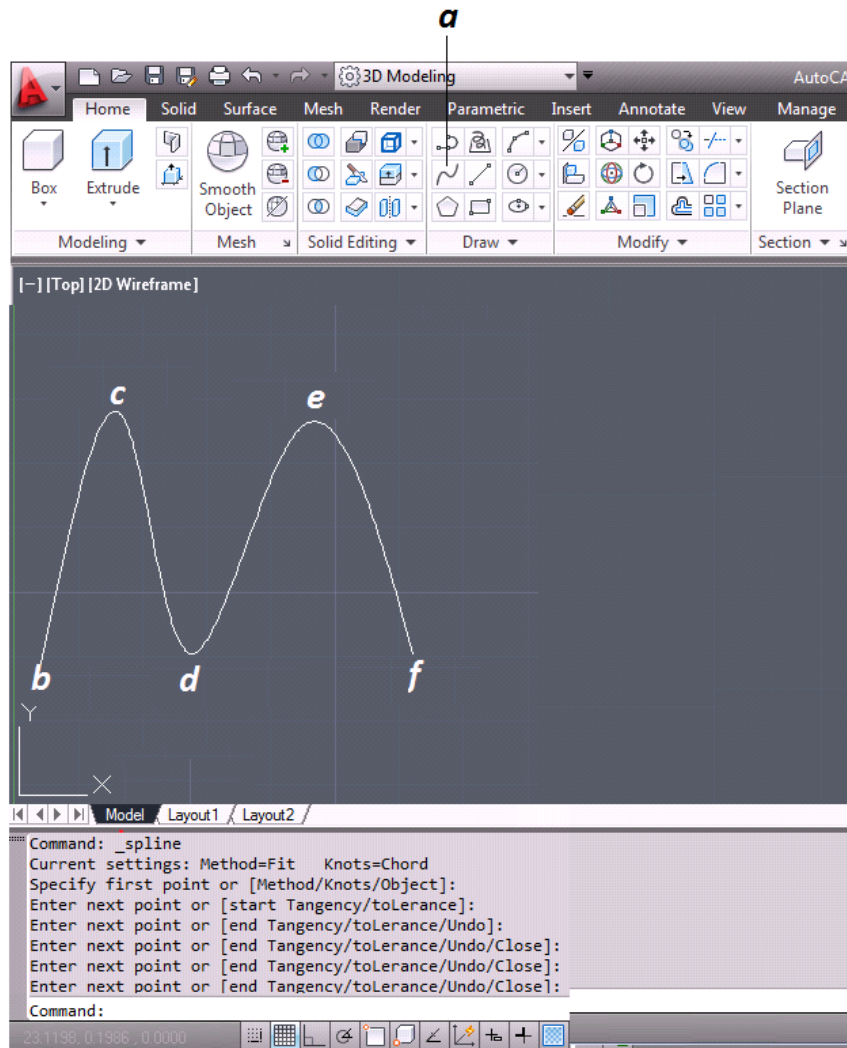

Figura 3.23 Creación de Entidades “Spline”
Con este comando se genera una spline o curva suavizada, la cual pasara por encima o cerca de puntos definidos. Este comando se localiza en la Cinta Dibujar (*figura 3.23*).
- a. Se ingresa el comando SPL y damos enter (*figura 3.23*).
- b. Se ingresa la 1ª coordenada de la spline (*figura 3.23*).
- c. Se ingresa la 2ª coordenada de la spline (*figura 3.23*).
- d. Se ingresa la 3ª coordenada de la spline (*figura 3.23*).
- e. Se ingresa la 4ª coordenada de la spline (*figura 3.23*).
- f. Se ingresa la 5ª coordenada de la spline (*figura 3.23*).